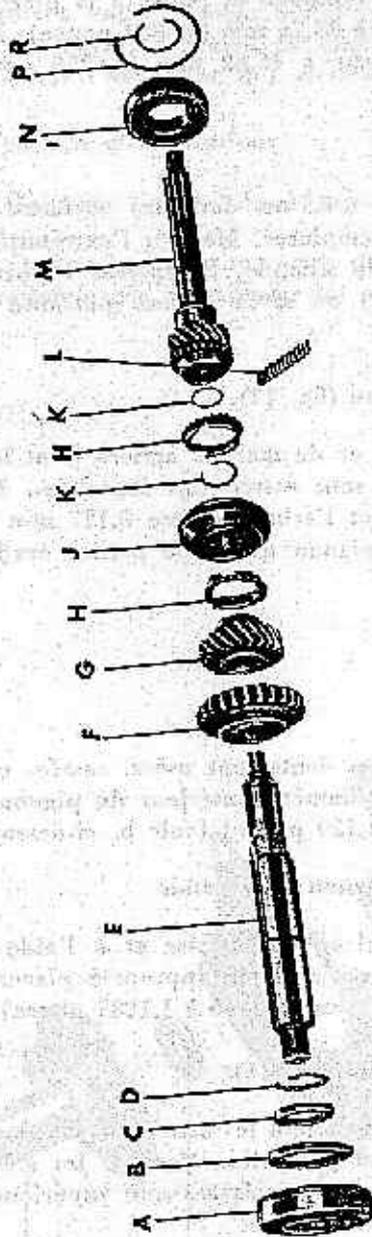

FIGURE 13. — Arbre secondaire. Vue éclatée.
I. — Démontage de l'arbre primaire (fig. 13).
J. — Démontez le synchroniseur (fig. 13).
2) Ensemble de l'arbre primaire (fig. 13).
3) Arbre secondaire (fig. 13).
4) Pignon de première et de marche arrière (fig. 13).
5) Pignon de seconde (fig. 13).
9) Synchroniseur (fig. 13).
10) Rouleaux (formant palier) d'arbre primaire (fig. 13).
11) Roulements à billes (fig. 13).
C. — *Mise en place de l'ensemble d'arbre secondaire (fig. 13).*
D. — *Mise en place de l'ensemble d'arbre primaire (fig. 13).*